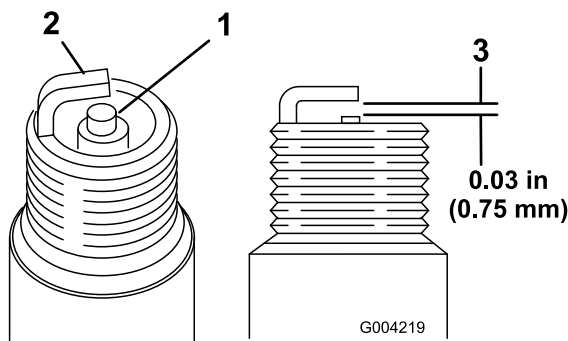

图49
1. 查看两个火花塞的中心图49。如果您看到绝缘体上有浅棕色或浅灰色涂层、说明发动机运行正常。如果绝缘体上的涂层为黑色、则通常意味着空气滤清器已变脏。
2. 检查中心电极与侧电极之间的气隙图49。
3. 如果气隙不正确请弯转侧电极图49。